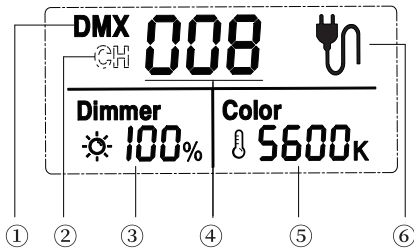

图5 LCD显示信息
LCD数码管字段(图5 ④)闪烁表示当前位被选定,
LCD左上角显示"DMX"(图5 ①)表示灯具当前支持的通信控制模式为DMX通信模式。在该模式下, 将DMX信号输出设备接入灯具网络, 设置好通信地址, 即可正常使用。
LCD左上角显示"CH"(图5 ②)表示灯具当前支持的通信控制模式为互控模式。在该工作模式下, 将目标灯具设置成相同的通信地址即可正常使用, 不区分主从机。